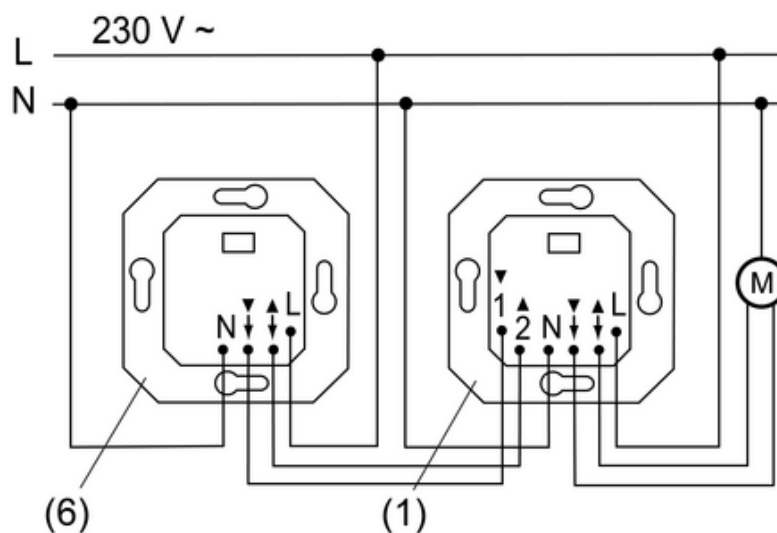

Рисунок 2: Вставка с подчиненным узлом локальной сети
- Вставка жалюзи (1) для управления на месте. Опция: подключение подчиненного узла локальной сети (6) (рисунок 2). Вместо вставки жалюзи в качестве подчиненного узла локальной сети может использоваться также механический кнопочный выключатель или переключатель жалюзи.